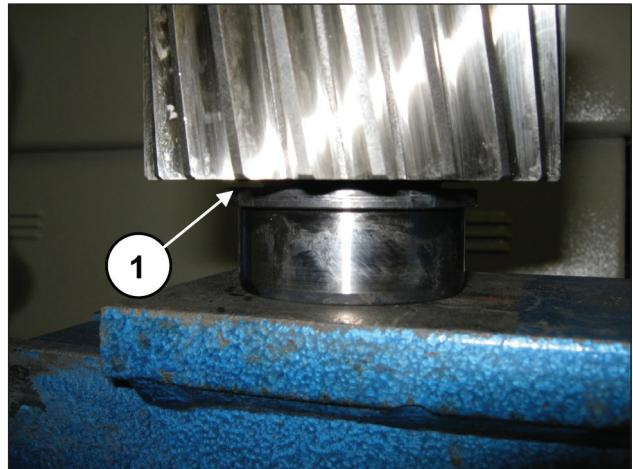

图 82
在链轮上预装轴承内环  $40 \times 90 \times 23$  (①, 图 82)，直至其定位到底。